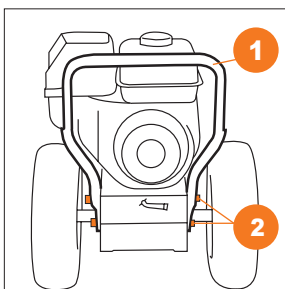
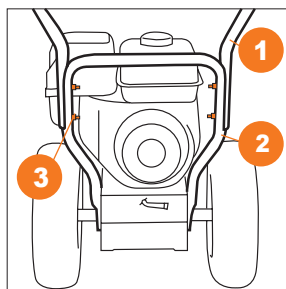

Рис. 11
Рис. 12
**S 6560 / 7565** присоедините и закрепите нижнюю часть рукоятки **1** к корпусу снегоуборочной машины с помощью крепежных элементов **2** (болт М8х35 – 4 шт.) (Рис. 11). Соедините рукоятки панели оператора **1** с нижней частью рукоятки **2** с помощью крепежных элементов **3** (болт М8х40 – 4 шт., фигурная шайба – 4 шт., гайки М8-4шт.) (Рис. 12).